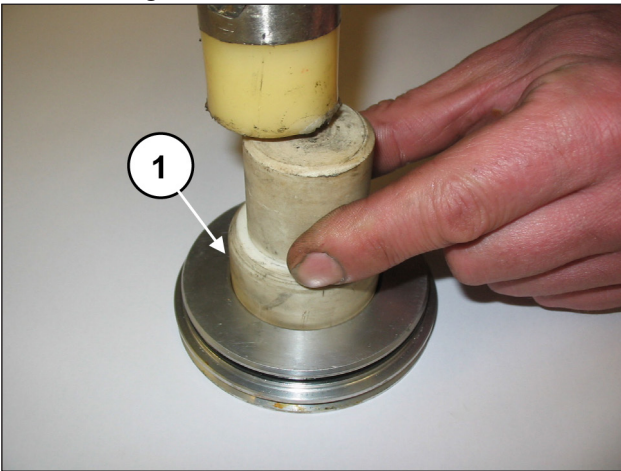
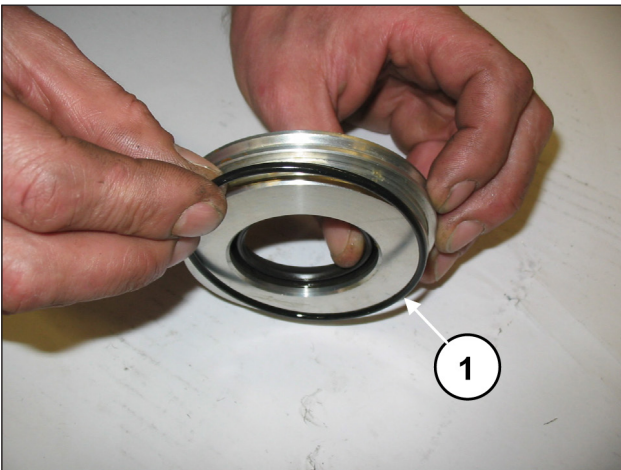

Abb. 6
Abb. 7
Entfernen Sie den radialen Dichtring (Pos. ①, Abb. 6) und den äußeren O-Ring (Pos. ①, Abb. 7).